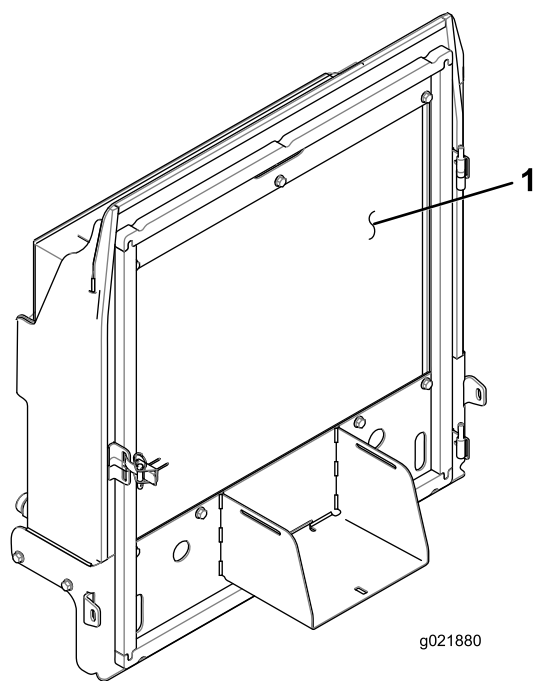

Bild 85
4. Reinigen Sie beide Seiten des Kühlers bzw. Ölkühlers gründlich mit Druckluft (Bild 85).